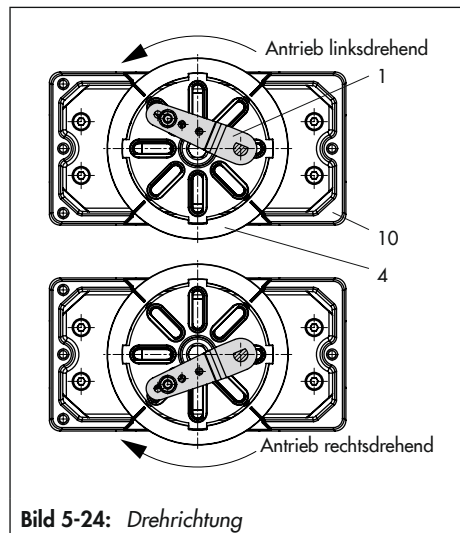

Bild 5-24: Drehrichtung
6. Am Hebel M (1) des Stellungsreglers den Standard-Abtaststift (2) herausschrauben. Den Abtaststift ($\varnothing 5$ mm) aus dem Anbausatz an Stiftposition 90° verschrauben.
7. Ggf. Manometerhalter (7) mit Manometern oder bei erforderlichen Anschlussgewinde $G \frac{1}{4}$ die Anschlussplatte (6) montieren, auf richtigen Sitz der beiden Dichtringe (6.1) achten. Bei doppelwirkenden federlosen Schwenkantrieben wird ein Umkehrverstärker für den Anbau am Antrieb benötigt, vgl. Kap. 5.6.7.
8. Stellungsregler auf das Gehäuse (10) setzen und festschrauben. Dabei den Hebel (1) so ausrichten, dass er unter Berücksichtigung der Drehrichtung des Antriebs mit seinem Abtaststift in den entsprechenden Schlitz eingreift (Bild 5-24).